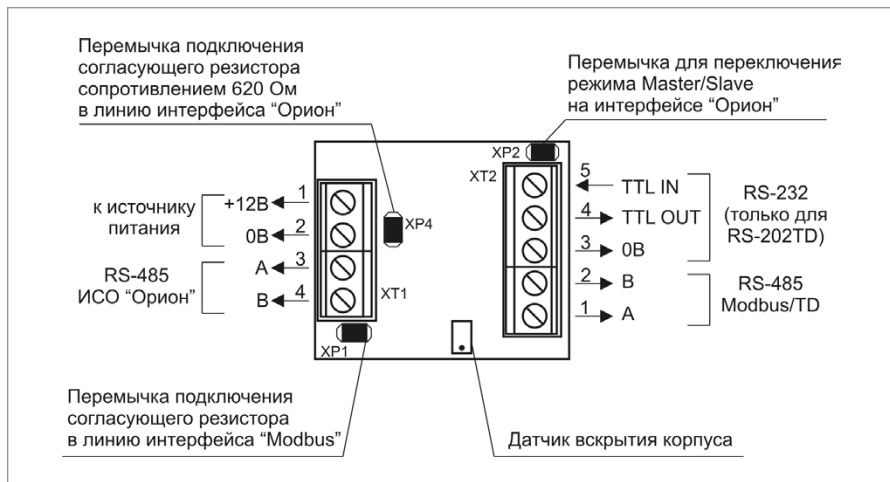
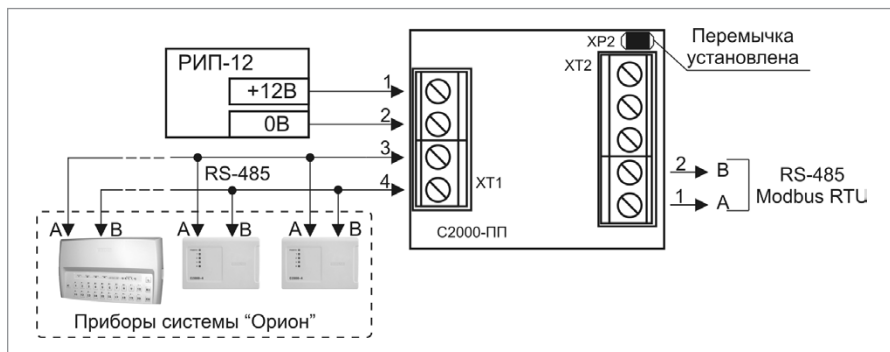
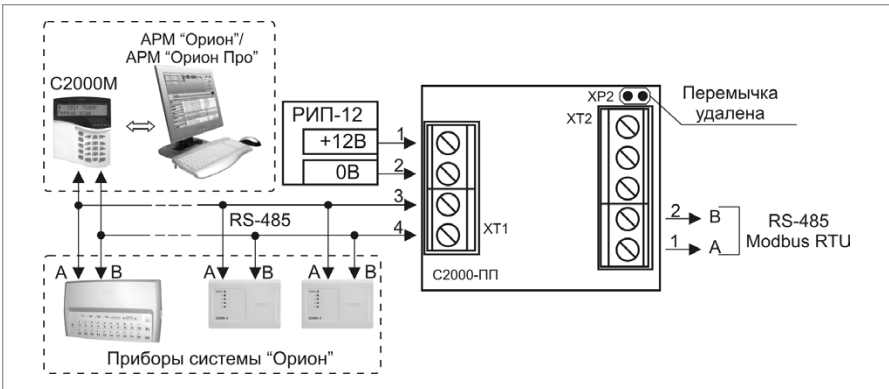

Рисунок 2. Назначение клемм и перемычек преобразователя C2000-ПП
Рисунок 3. Подключение преобразователя C2000-ПП в режиме «Орион-Master»
Рисунок 4. Подключение преобразователя C2000-ПП в режиме «Орион-Slave»
1.3. Подключите преобразователь в соответствии с проектной документацией и схемой на Рисунок 3 и Рисунок 4 (схема подключения зависит от режима работы преобразователя). На схеме Рисунок 2 показана плата преобразователя и приведено назначение клемм и перемычек.
Подключите к клеммам XT2.1 и XT2.2 преобразователя линии A и B интерфейса RS-485 «Modbus RTU» (Рисунок 3 и Рисунок 4), если это указано в проектной документации.
Если преобразователь не является первым или последним в линии интерфейса RS-485 «Modbus RTU», удалите перемычку с разъема XP1 (см. Рисунок 2).